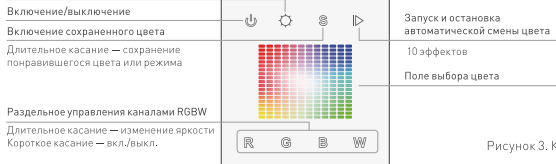

Рисунок 3. Кнопки панели управления.
- 3.10. Проверьте управление лентой с панели (Рис. 3).